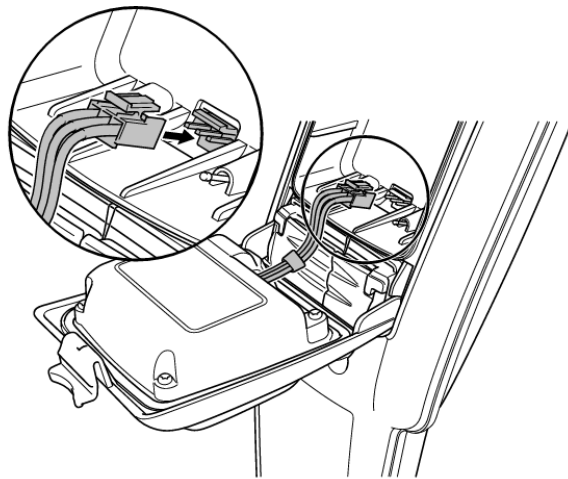

Abbildung 4.7 Anschluss Verbindungskabel des Li-Ionen-Akkupacks
- 2 Ist ein Li-Ionen-Akkupack eingesetzt, ziehen Sie den Stecker ab (siehe Abbildung 4.7)
Setzen Sie den Li-Ionen-Akkupack ein, schließen Sie das Verbindungskabel an (Abb. 4.7).